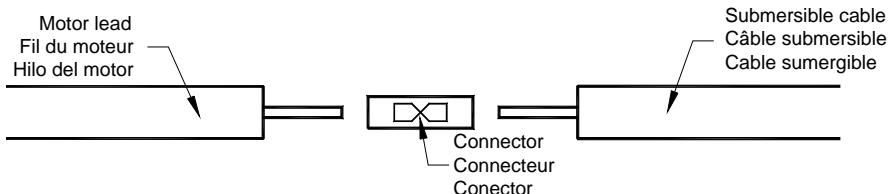
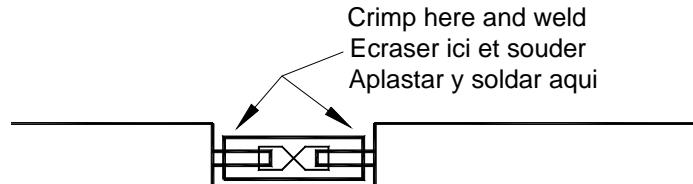

Fig. 1
Fig. 2
- 4) Introduire bout à bout les conducteurs du câble et les fils du moteur dans les connecteurs (Fig. 1). Écraser les connecteurs sur les fils et les souder à l'étain (Fig. 2). Tirer les conducteurs pour s'assurer que les connexions sont bonnes.
- 4) Introduzca punta por punta los conductores del cable y los hilos del motor en los conectores (Fig. 1). Aplaste los conectores sobre los hilos y soldelos con estafón (Fig. 2). Jale los conductores para comprobar que los conectores están hechos correctamente.